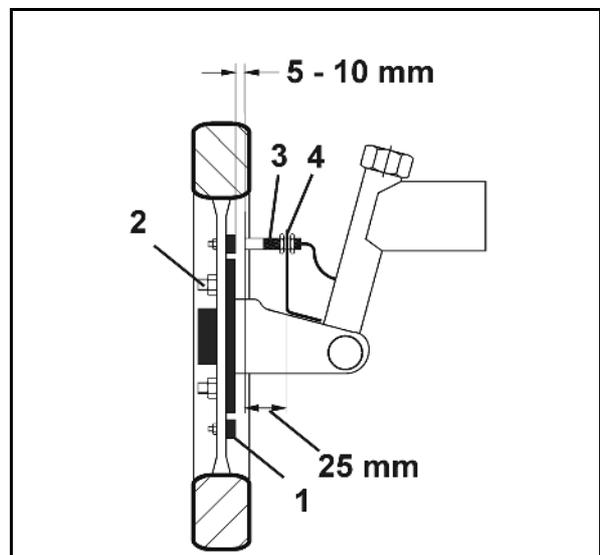

Bild 75
1. Fördela magneterna (Bild 75/1) med lika avstånd i en cirkel på framhjulets hjultallrik.
2. Montera magneterna (Bild 75/1) med de medföljande skruvarna (Bild 75/2) av icke magnetiskt material (mässing eller V4A-skruvar).
- Montera sensorn (Bild 75/3) med universal-fästet (Bild 75/4) på spindelbulten - på baksidan sett i körrikningen.